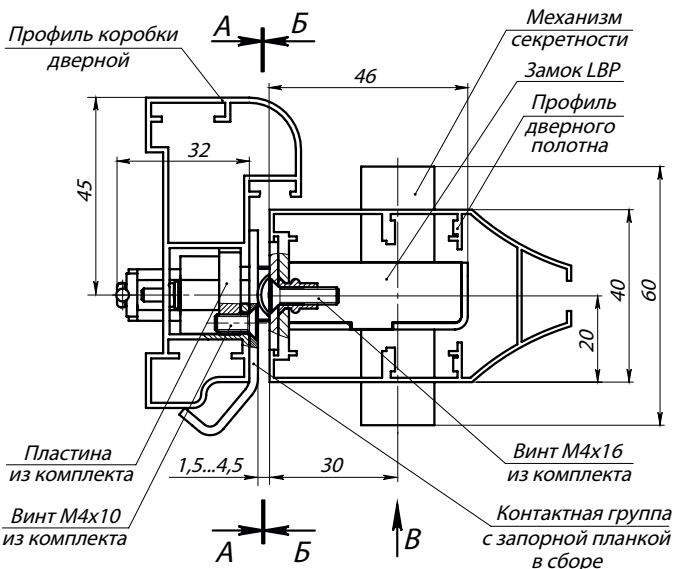

Рис. 2. Замок с контактной группой PERCo- BP1 в сборе (виды А, Б и В изображены на установочных шаблонах)
- профили дверного полотна Т34, Т53, Т81, Т85 и профиль дверной коробки Т72-14 (ООО «Петралюм»), или аналогичные им по своему сечению (см. рис. 2).
3. Для замка с запорной планкой PERCo-BP1. Установите замок (1) в заранее подготовленный паз в профиле дверного полотна и закрепите его двумя винтами M4x16 (5) из комплекта поставки (см. рис. 2).
- Для запорной планки PERCo-BP1. В профиль дверной коробки установите две пластины из комплекта поставки и зафиксируйте их винтами M4x10 (см. рис. 2). Установите запорную планку (6) в сборе с контактной группой (7) в заранее подготовленный паз в профиле дверной коробки. Закрепите запорную планку двумя винтами M4x10 (9) из комплекта поставки.
- Для запорной планки PERCo-BP2. Установите запорную планку (6) в сборе с контактной группой (7) в заранее подготовленный паз в профиле дверной коробки. Подложите под точки крепления запорной планки стойки из комплекта, после чего закрепите ее на профиле дверной коробки двумя винтами M4x25 (9).